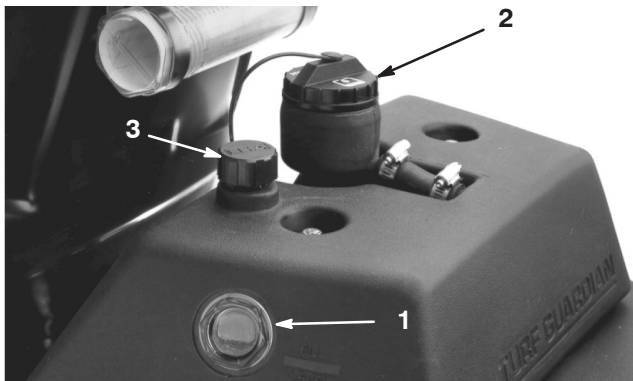

Bild 16
1. Stellen Sie die Maschine auf eine ebene Fläche. Stellen Sie sicher, dass die Maschine abgekühlt ist, so dass das Öl kühl ist. Prüfen Sie den Ölstand am Schauglas an der Seite des Hilfsöltbehälters (Bild 16). Wenn der Ölstand neben dem Schauglas an der Vollmarke steht, ist genügend Öl eingefüllt.